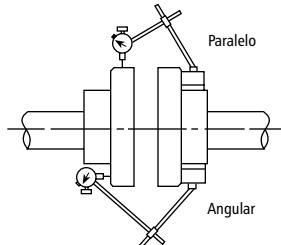

Figura 7
- Se DEBE verificar la alineación antes de operar la bomba. Observe la figura 7.